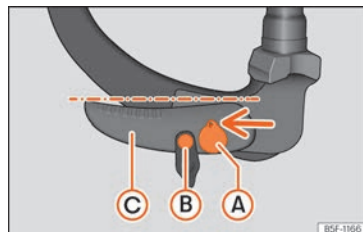

Abb. 265 Ruheposition: Überprüfung der Position
- Der Schlüssel » Abb. 265 (A) befindet sich in entriegelter Position (das Loch des Schlüssels zeigt nach oben).
- Der Entriegelungsbolzen »» Abb. 265 kann bewegt werden (B).
- Der Hebel »» Abb. 265 (C) befindet sich in der unteren Position.